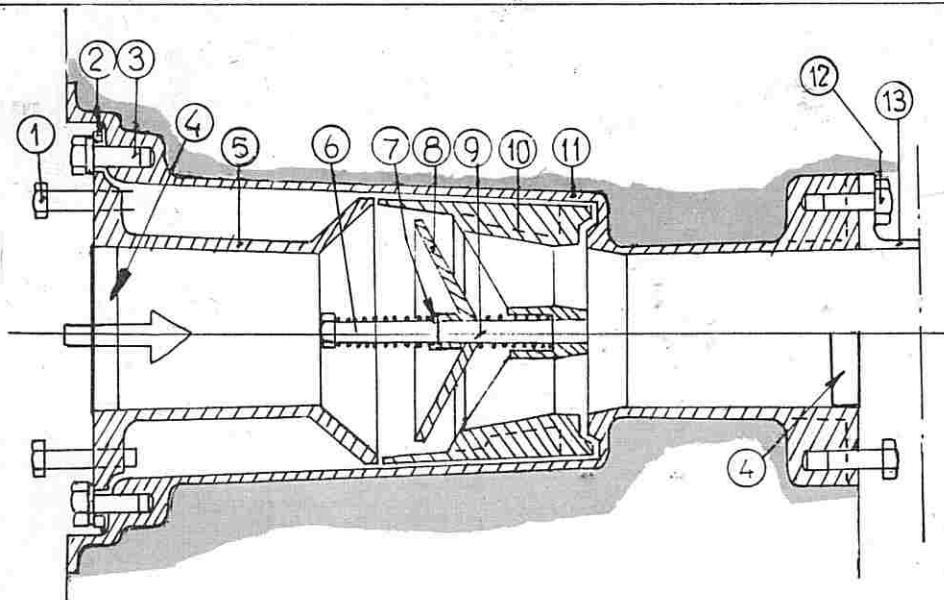

Bild 4. Snabbventil m/62 Ø 100 (Silumin)
9. Snabbventil (se även bild 4)